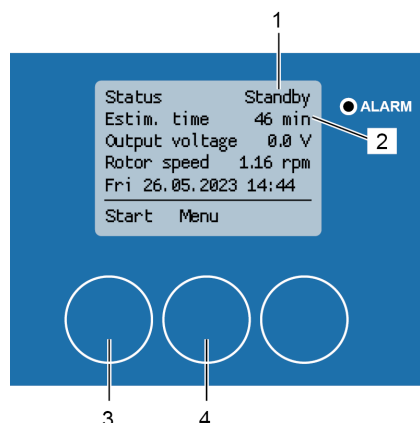

Figura 158: Pantalla de inicio del proceso de limpieza
Si la calibración se ha realizado correctamente, en la pantalla aparecerá la pantalla de inicio del proceso de limpieza, que mostrará la indicación de estado «En espera» (Figura 158/1) y el tiempo de limpieza estimado (Figura 158/2).
1. Para iniciar el proceso de limpieza, pulse [Iniciar] (Figura 158/3).
Pulse [Menú] (Figura 158/1) para regresar al menú «1 Menú principal».